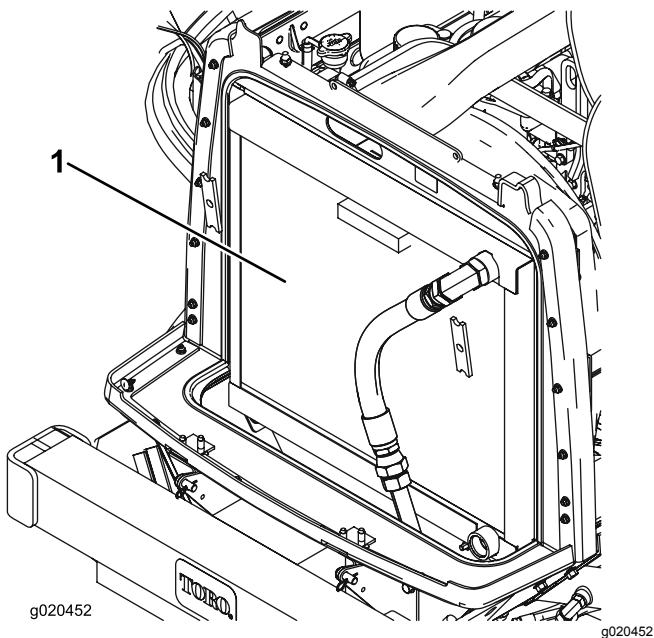

Figure 98
3. Nettoyez soigneusement les deux côtés du radiateur/refroidisseur à l'air comprimé (Figure 98).